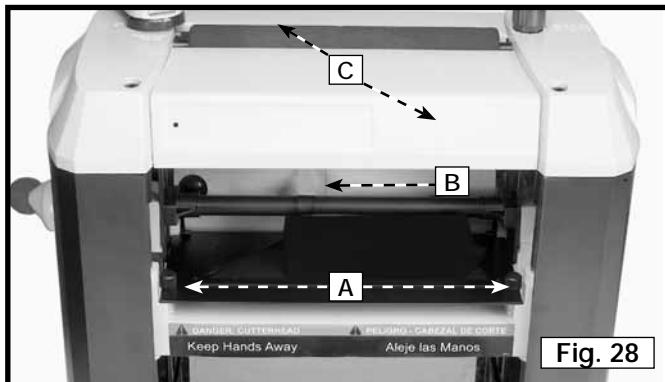

Fig. 28
1. Enlever les deux couvercles supérieurs (C) fig. 28.
2. Remonter le porte-lame (B) au 102 mm (4 po) indiqué sur « l'échelle et le pointeur ».
3. Enlever les deux vis (A) fig. 28. Retirer directement le dispositif de protection (B) du porte-lame.